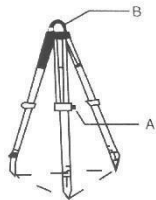

图 1
- (1)将三角架调至人眼水平位置，固紧螺丝 A。（图 1）
- (2)调整三角架大致水平后，将三角架固定在地面上。